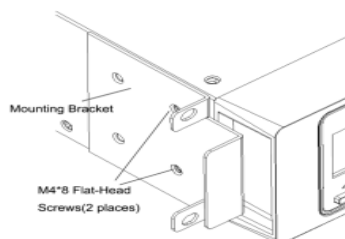

Abbildung 2: Befestigen der Montagewinkel
- g) Richten Sie die Montagewinkel gemäß der Schraublöcher an beiden Seiten der USV aus und befestigen Sie diese mit den mitgelieferten M4x8-Flachkopfschrauben (siehe Abbildung 2).